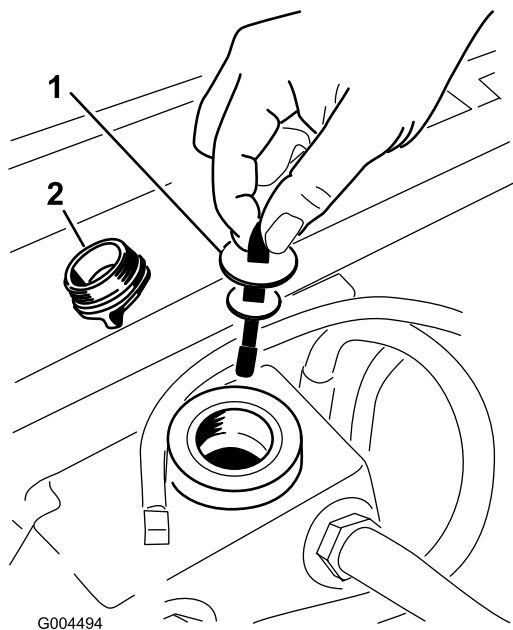

Рисунок 61
5. Снимите крышку заливной горловины бака гидравлической жидкости (Рисунок 61).
6. Выверните масломерный щуп и протрите его чистой ветошью (Рисунок 61).
7. Вставьте масломерный щуп в заливную горловину; затем извлеките его и проверьте уровень жидкости (Рисунок 61).